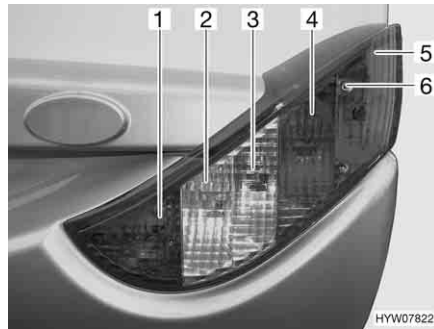

Fig. 126 Luci posteriori (lato anteriore)
- Svitare le tre viti ad esagono cavo (Fig. 126,6).